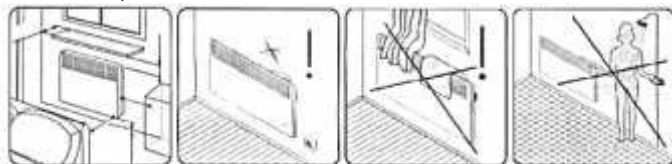

Рис. 2
**Установка конвектора на стену (рис. 2, 3)** - размеры указаны в миллиметрах.
3. В соответствии с рис. 2,3 и таблицей 2 определите место установки конвектора с соблюдением минимальных расстояний от предметов и минимального расстояния от пола.